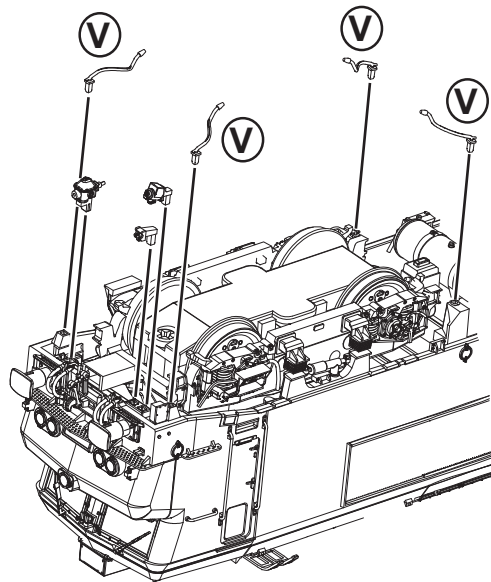

Fig. 3
Mehrzugbetrieb: Zuerst Lokgehäuse abnehmen (Fig. 3). Danach den Brückenstecker aus der Schnittstelle entfernen (diesen sorgsam aufbewahren). Danach den Stecker des Decoders lagegerecht einsetzen (Fig. 7).
2. Schmierung: Versehen Sie die im Schmierplan in Fig. 5 gekennzeichneten Stellen mit nur **kleinen Öltropfen**. Dazu zuerst das Lokgehäuse abnehmen (Fig. 3). Wir empfehlen den ROCO **Öler Art.-Nr. 10906**. Fürs Schmieren der Getriebeteile (Zahnräder, Schnecke) empfehlen wir das **ROCO-Spezialfett Art.-Nr. 10905**. Im Falle der Schmierung diese Teile **nicht ölen**.
4. Motorwechsel: Lokgehäuse abnehmen (Fig. 3). Danach wird der Motor ausgebaut und ausgetauscht (Fig. 8).
2. Lubrication: Apply **tiny oil drops** to spots marked in fig. 5. Prior to lubrication dismantle locomotive (fig. 3). We recommend using item no. **10906, ROCO oiler**. For lubrication the gearparts (e.g. cogwheels, worm) we would recommend our ROCO **special grease** (item no. **10905**).
4. Motor Changing: First remove loco body (fig. 3), and then the motor (fig. 8).
2. Graissage: N'appliquez **qu'une tout petite goutte** aux endroits indiqués par le plan de graissage (fig. 5) après avoir démonté la caisse de la locomotive (fig. 3). Nous vous recommandons **le graisseur à huile ROCO réf. 10906**. Pour graisser les engrenages (roues dentées, vis sans fin) nous vous conseillons la **graisse spéciale ROCO réf. 10905** pour engrenages en matières synthétiques. Lorsque vous utilisez cette graisse il faut éviter d'huiler ces composants.
4. Remplacement du moteur: Démontez la caisse (fig. 3). Démontez ensuite le moteur. (fig. 8).
voir } Fig.3